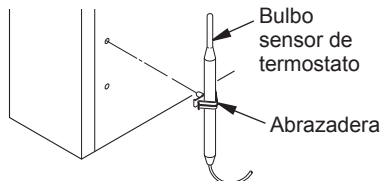

Figura 5 - Instalación del bulbo sensor de termostato
1. Coloque la abrazadera en el bulbo sensor de termostato como se muestra en la figura 5. La abrazadera se incluye en el paquete de ferretería.
2. Coloque la abrazadera en el orificio de montaje superior como se muestra en la figura 5. El orificio de montaje se localiza en el borde inferior izquierdo de la parte posterior del calentador. Asegúrese que el bulbo sensor de termostato esté apuntando hacia arriba.